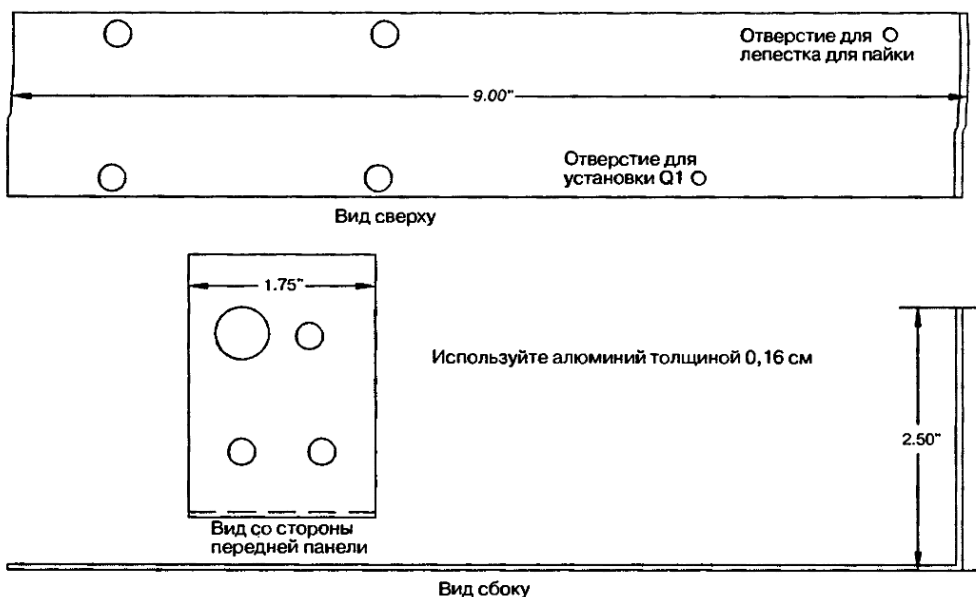

Рис. 24.5. Изготовление основания
| FRAME | 1 | Алюминиевая пластина, изготовленная в соответствии с рис. 24.5 | |
5. Соберите основание, как показано на рис. 24.5. До начала работы можно примерить компоненты.